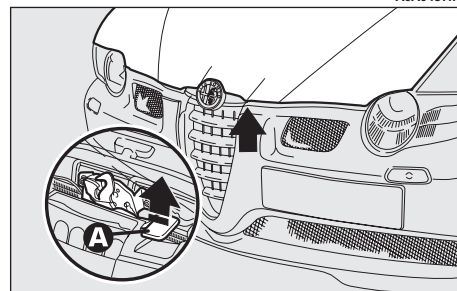

fig. 132
- premere verso l'alto la levetta (**A-fig. 132**) del dispositivo di sicurezza.